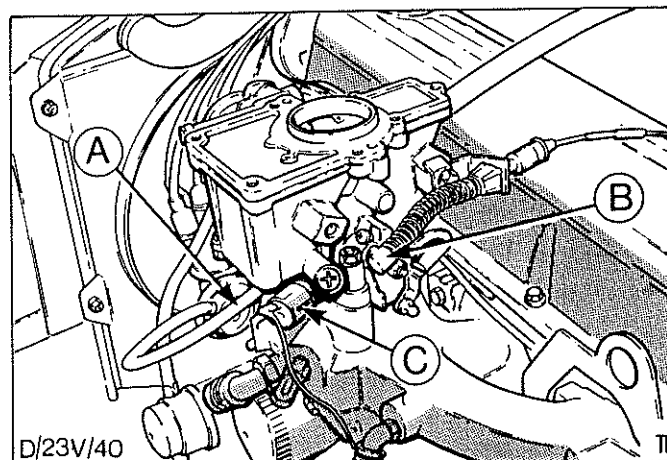

Abb.39 Vergaser ausbauen
5. Kabel vom Anti-Diesel-Ventil abziehen, Abb.39.